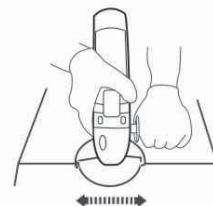

Fig. 19
- > Déplacez l'appareil d'avant en arrière de manière constante (Fig. 19).